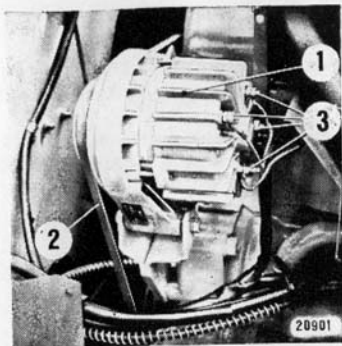
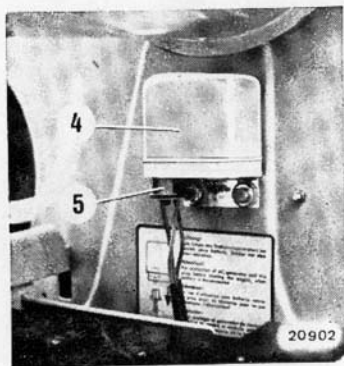

Bild 91
Bild 92
6. Die Anschlüsse ③ (Bild 91) an der Lichtmaschine, sowie ⑤ am Reglerschalter (Bild 92) müssen immer festsitzen. Bei losen Anschlüssen entstehen hohe Übergangswiderstände, die sich schädlich auf die Funktion des Reglers auswirken können.